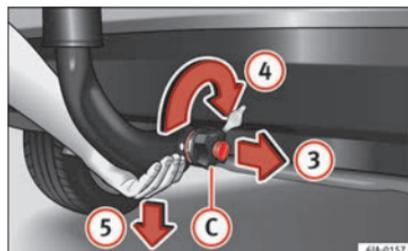

Fig. 201 Sbloccare la barra a testa sferica.
- Afferrare la barra a testa sferica dal basso » **fig. 201** e con l'altra mano rimuovere la manopola **C** nel senso della freccia **3**.